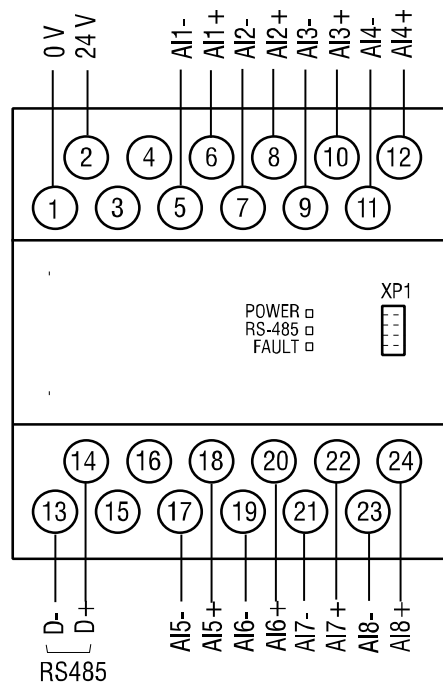

Fig. 4.1 Conexiones eléctricas
- Los terminales de conexión se muestran en la fig. 4.1, la designación de los terminales se indica en la Tabla 4.1.